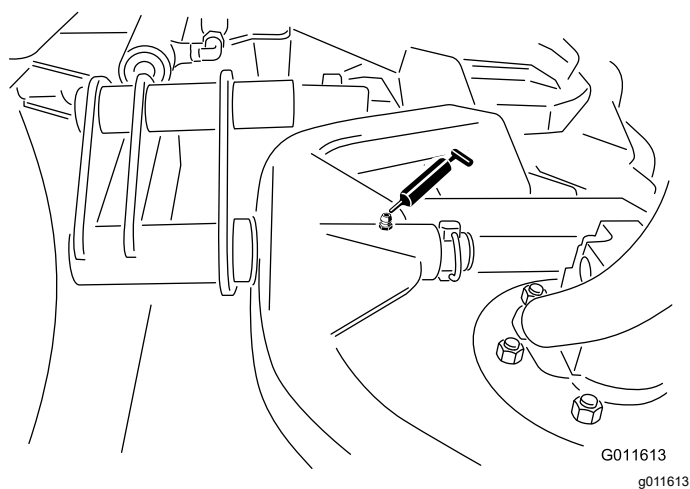

図 66
- カッティングユニットのキャリアフレームのピボット各1ヶ所 図 66